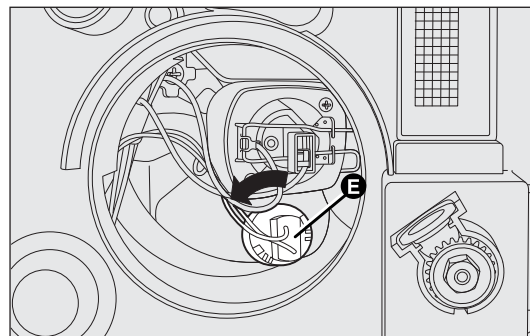

рис. 155
- поверните против часовой стрелки ламповый патрон Е - рис. 155 и вытащите его;